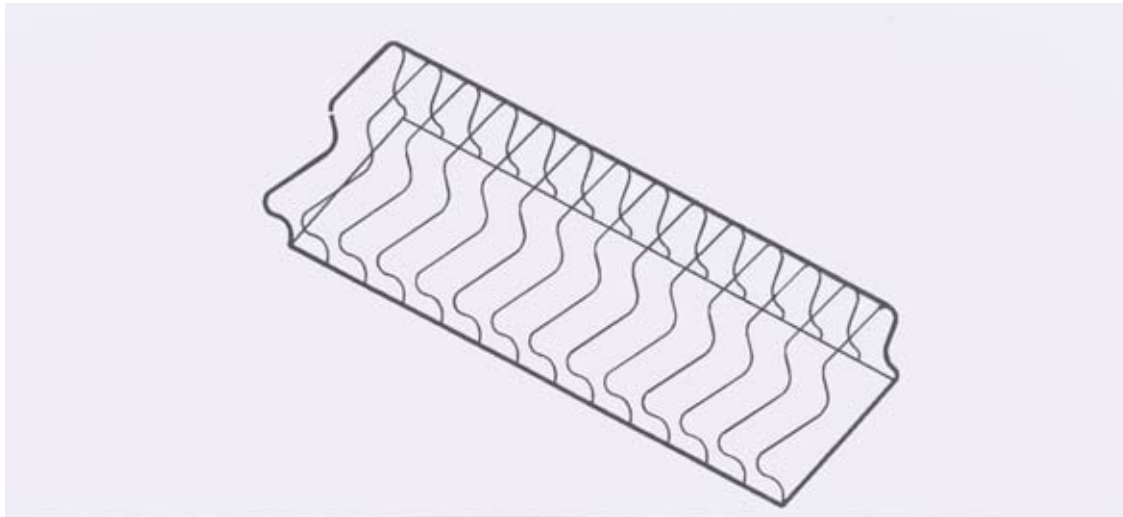

Рис. 6.
5.7. Профилирование круга (см. рис.6.)